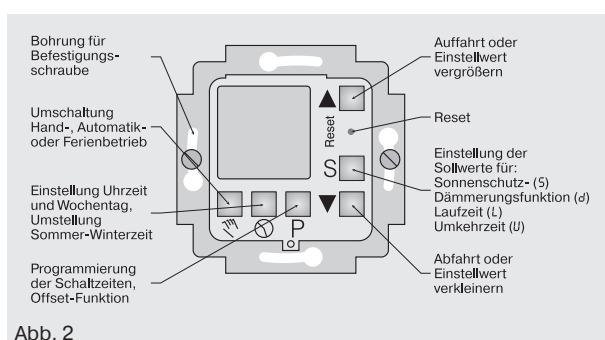

Abb. 2
- Befestigen Sie die Uhr mit den beiden mitgelieferten Schrauben in den Bohrungen der Unterputzdose (Abb.2).
Sollte nach Netzausfall (24 Std.) oder bei Erstinstallation innerhalb von 10 Sekunden Wartezeit keine Anzeige im Display erscheinen, betätigen Sie die in Abb. 2 dargestellte Taste „Reset“. Jetzt erscheint blinkend die Anzeige 12:00 im Display.